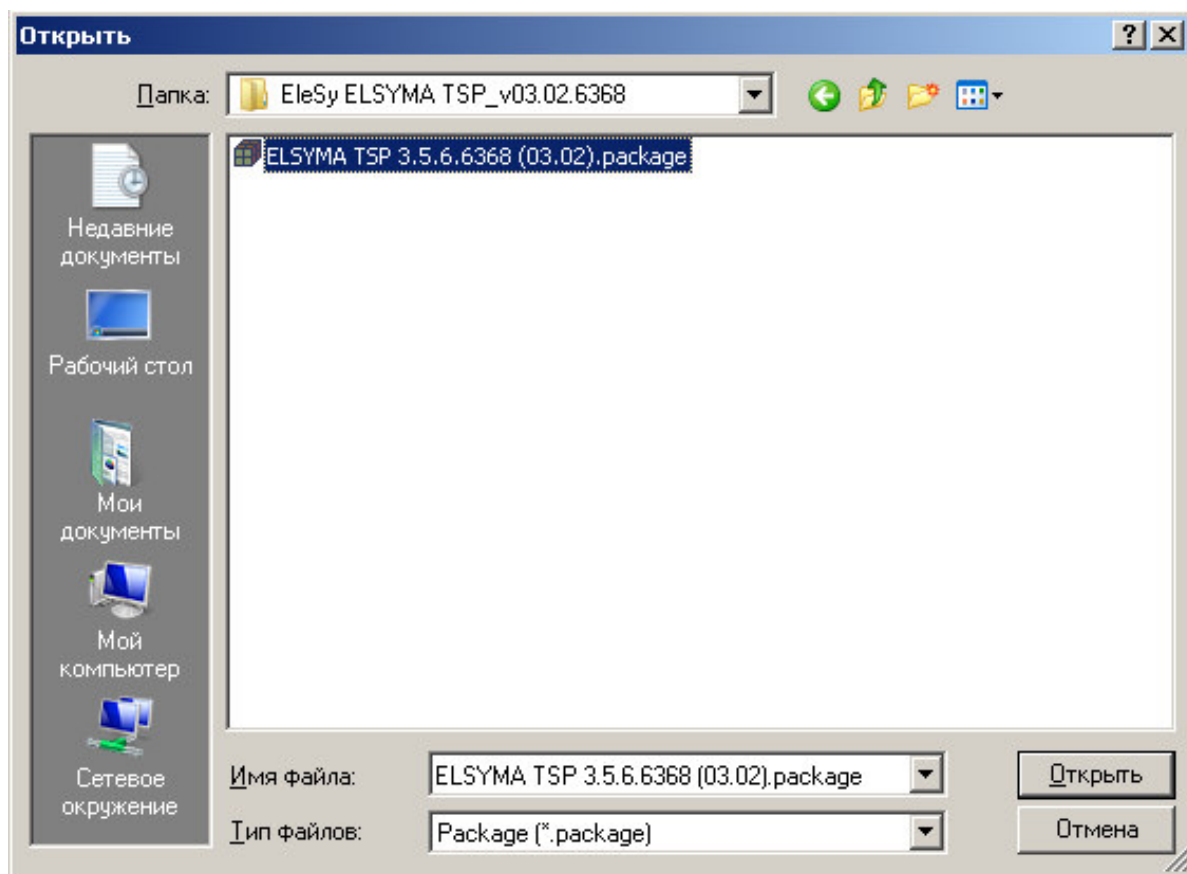

Рисунок 2.3 – Система разработки *CoDeSys*. Окно выбора файла
- 3) Нажать кнопку "Установить ..." и в окне выбора файла (рисунок 2.3) выбрать файл *ELSYMA TSP (<version>).package*.